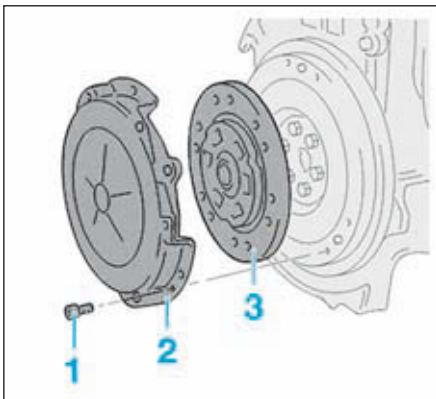

FIG.2
- Desserrer progressivement en diagonale et par passes successives les vis de fixation (1) du mécanisme (Fig.2).
- Déposer le mécanisme (2) et récupérer le disque (3).